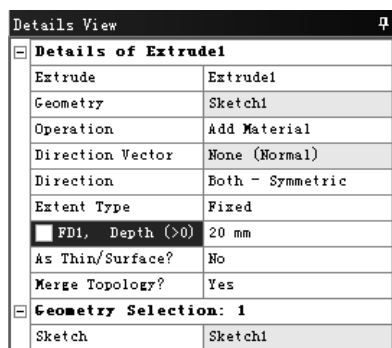

图 3.9.4 “Details View”对话框
(2) 定义拉伸属性。在工具条中单击 **Extrude** 按钮 ，弹出图 3.9.4 所示的“Details View”对话框，使用草图 1 作为截面，在 **Operation** 下拉列表中选择 **Add Material** 选项，在 **Direction** 下拉列表中选择 **Both - Symmetric** 选项，在 **FD1, Depth (>0)** 文本框中输入数值 20，其他采用系统默认设置值。单击工具条中的 **Generate** 按钮 ，完成拉伸特征 1 的创建。